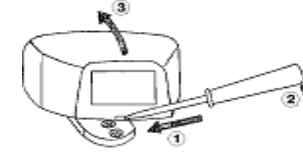

Рис. 6.12
1. Чтобы снять крышку корпуса, вставьте небольшую отвертку в щель фиксатора в нижней части корпуса и отожмите его (рис. 6.12).